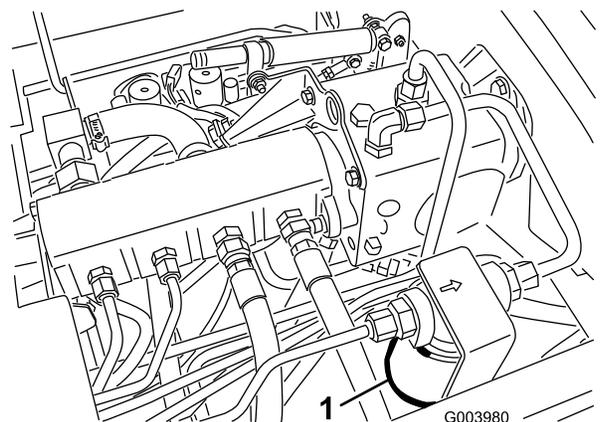
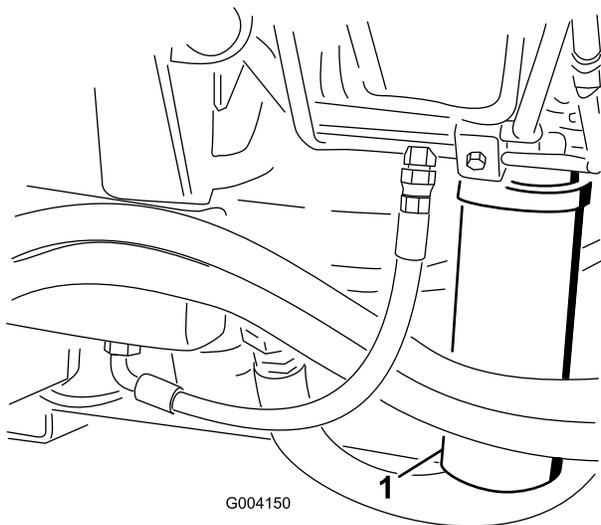

Figura 80
Figura 81
2. Limpie la zona alrededor de la zona de montaje del filtro y coloque un recipiente debajo del filtro (Figura 80 y Figura 81).